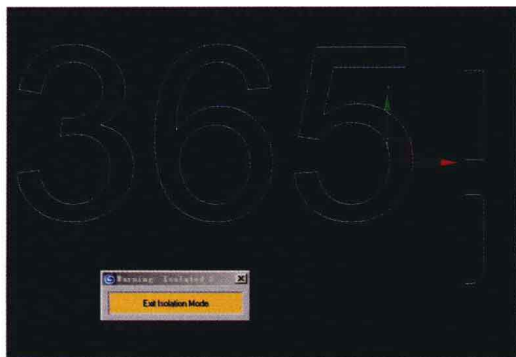

图 1-20
1. 用【Text】(文本)工具, 在【Front】(前)视图创建“365”的文字, 命名为“A组文字”, 文字大小和字体自定。配合【Shift】键用【移动】工具向下复制文字, 命名为“B组文字”。选择“A组文字”, 按下键盘“Alt+Q”键将其孤立, 使其他的物体暂时隐藏。在“A组文字”右边, 用【Line】(线)绘制如图所示图形, 对其进行微小的圆角处理: 上面是没有圆角的线, 下面是圆角后的线。如图 1-20 所示。